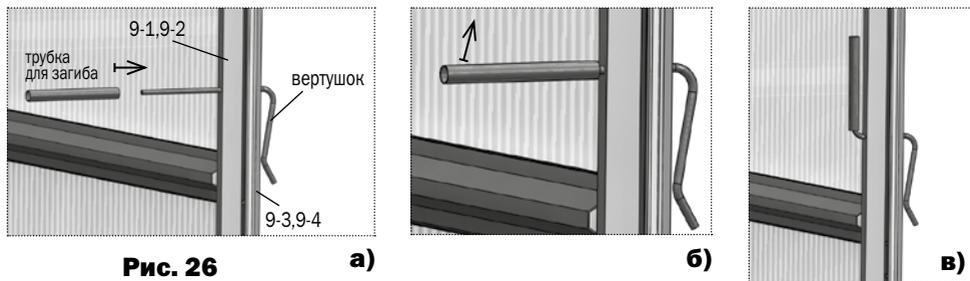

Рис. 26
**8.** Проволочный вертушок для запираания дверей и форточек вставляется в отверстия стоек дверного проема прямым концом с наружной стороны до упора. С помощью трубки выполняется загиб внутреннего прямолинейного конца рукой вверх (**рис. 26**). Такая конструкция вертушка позволяет упруго прижимать двери и форточки торцов в закрытом состоянии, находясь как снаружи так и внутри теплицы.